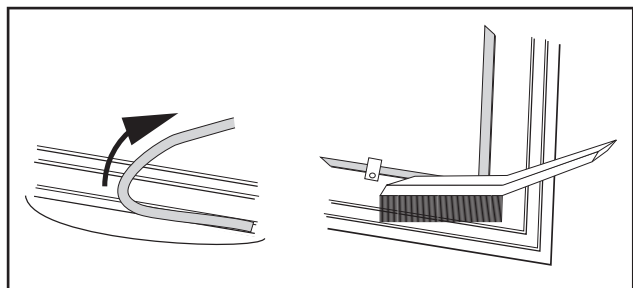

図3.5 ガスケットを取り除きワイヤーブラシで溝をきれいにする。
1. 現在付いているガスケットを片方の端を握って、力を入れて引っ張ります。（図3.5）
2. ワイヤーブラシやドライバー等の先端部分で溝に残っているセメントやガスケットのくずを掻き出します。必要に応じてセメントの頑固な堆積物を取り除きます。（図3.5）